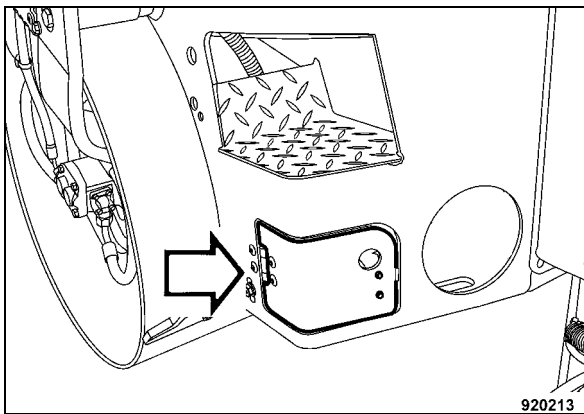

Fig. 147
- Aprire la copertura di protezione del telaio posteriore a destra (Fig. 147).